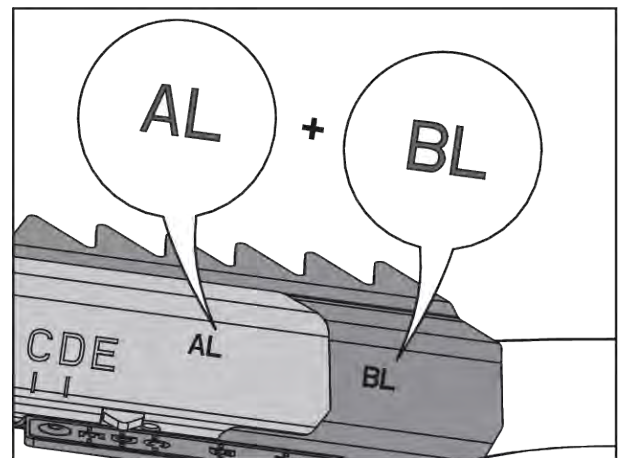

Рис. 79: Сочетание лопаток для разбрасывания
- См. Рис. 79 Сочетание лопаток для разбрасывания